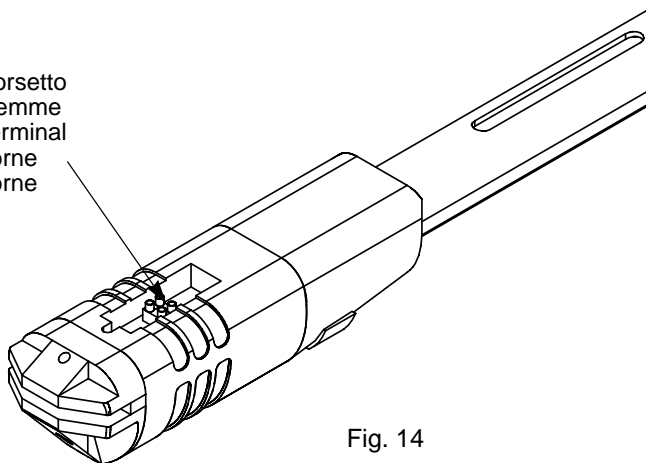

Fig. 14
- ① collegarsi con cavo bipolare di sezione pari a **2.5 mm²** al morsetto di Fig. 14 provando il verso di rotazione del motore
- ④ Den Anschluß mit zweipoligem Kabel, das über einen Durchmesser von **2,5 mm²** verfügt, an der Klemme, Abb. 14, durchführen und die Drehrichtung des Motors überprüfen.
- ⑥ Effectuer la connexion à la borne de Fig. 14 avec un câble bipolaire d'une section de **2,5 mm²** en essayant le sens de rotation du moteur.
- ④ connect a bipolar cable where the wire's cross section must be equal to **2.5 mm²** to the terminal of Fig.14, checking motor rotation direction.
- ⑤ conectarse con cables bipolares que tengan una sección de **2.5 mm²** al borne de la Fig. 14 Comprobando el sentido de rotación del motor